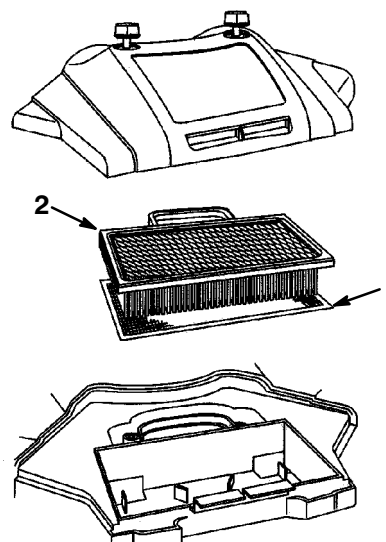

Figure 30
4. Sortir la cartouche en papier et l'élément en mousse (Fig. 30).
1. Elément en mousse (Fig. 30):
2. Elément en papier (Fig. 30):
3. Refermer le couvercle du filtre à air (Fig. 30) et bien serrer les boutons pour le fixer.